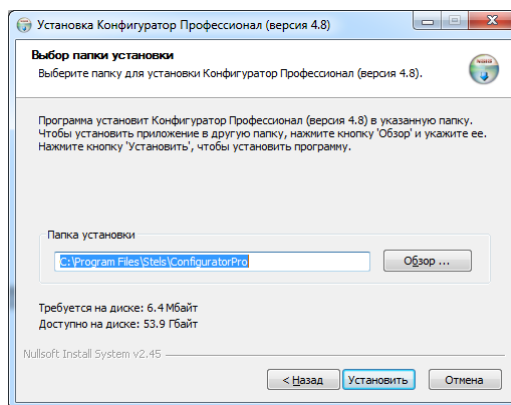

Рис. 5.2. Выбор пути
3. В следующем окне (рис. 5.2) укажите путь к папке установки программы *Конфигуратор Профессионал* (рекомендуется использовать путь, указанный по умолчанию) и нажмите кнопку *Установить*.